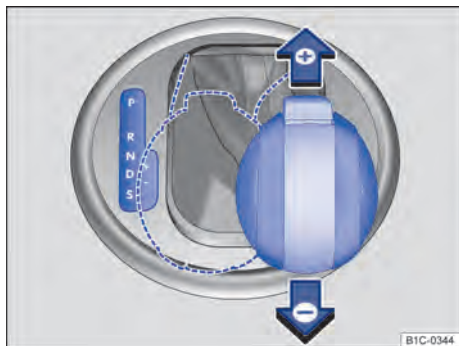

Fig. 109 Alavanca seletora na posição Tiptronic (veículos com direção à esquerda). Veículos com direção à direita são espelhados.
- Mover a alavanca seletora para frente $+$ ou para trás $-$ para aumentar ou reduzir a marcha \Rightarrow Fig. 109.